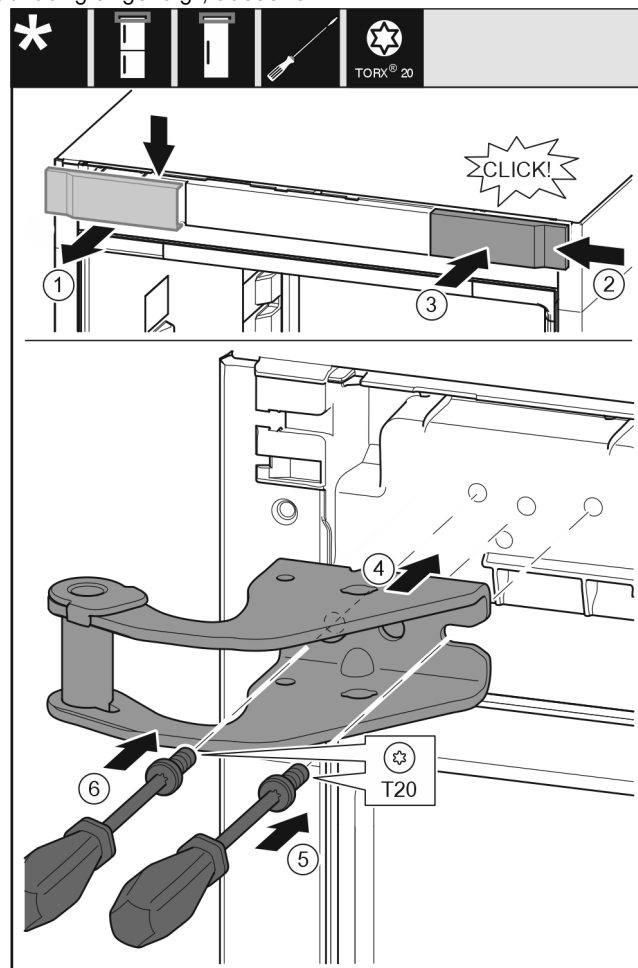

Fig. 31
- Abdeckung von oben nach vorne abnehmen. Fig. 31 (1)
- Abdeckung um 180° gedreht auf der anderen Seite von rechts einhängen. Fig. 31 (2)
- Abdeckung einrasten. Fig. 31 (3)
- Oberen Lagerbock ansetzen. Fig. 31 (4)
- Schraube mit Schraubendreher T20 ansetzen und festdrehen. Fig. 31 (5)
- Schraube mit Schraubendreher T20 einsetzen und festdrehen. Fig. 31 (6)